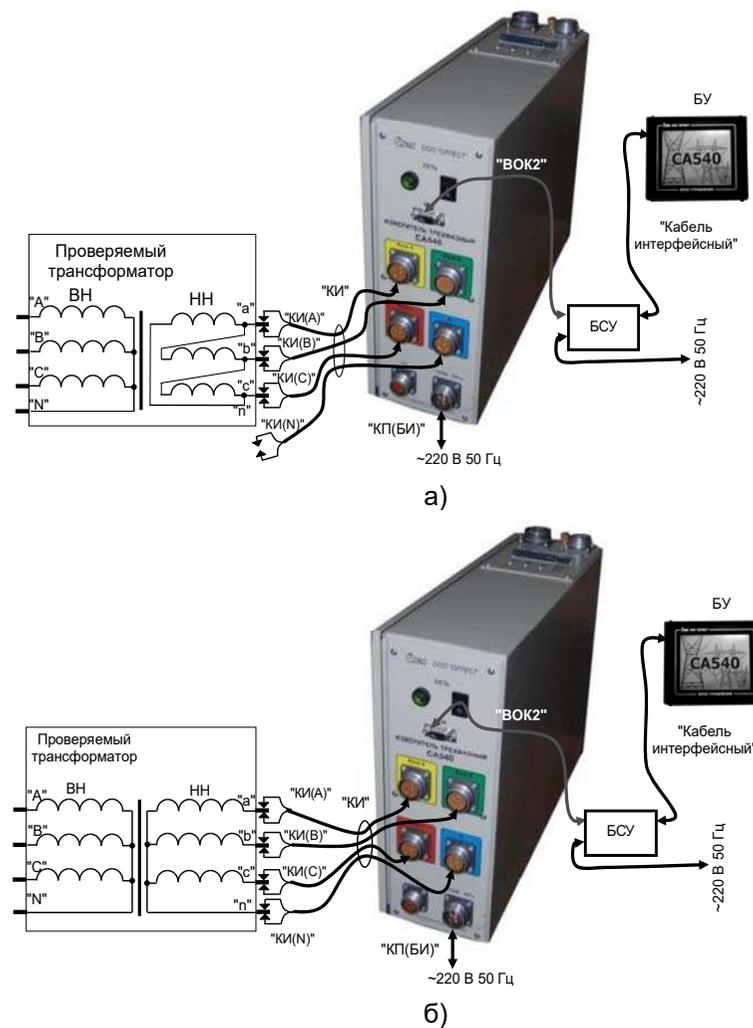

Рисунок 6.13
1) Собрать измерительную цепь при управлении Измерителя от БУ (рисунок 6.13). На рисунке 6.13а показана схема при использовании встроенного источника питания измерительной цепи (далее – источника питания) для трансформатора с обмотками НН Δ, а на рисунке 6.13б – для трансформатора с обмотками НН Yн (для обмоток Zn – аналогично).